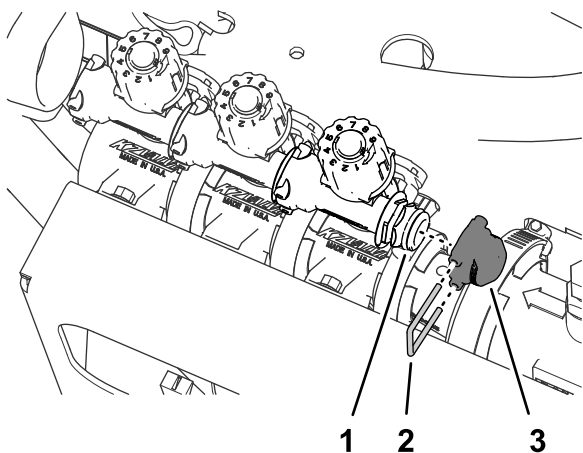

図 65
3. バイパスマニホールドのクイックディスコネクティングにキャップを固定しているリターナを外してキャップを外す 図 65。